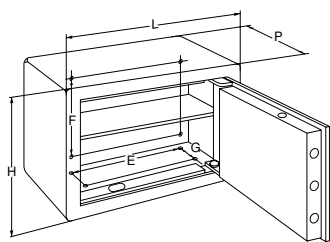

Fig. 1
- La caja fuerte está preparada para la fijación mediante 4 agujeros en el fondo y 4 en la parte posterior (diámetro 10 mm.); la colocación de dichos agujeros varía según el tamaño de la caja fuerte. Por lo tanto, es necesario verificar las medidas exteriores de la caja fuerte y, de acuerdo con las mismas, comprobar en la tabla (véase fig. 1) las medidas de los agujeros a realizar para fijar el modelo que se haya elegido. Es posible utilizar para la fijación todos los 8 agujeros disponibles.